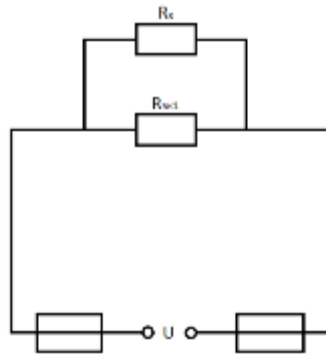

Рисунок 2
**Ответ:**  $R_x = 15 \text{ Ом}$  (рисунок 2).